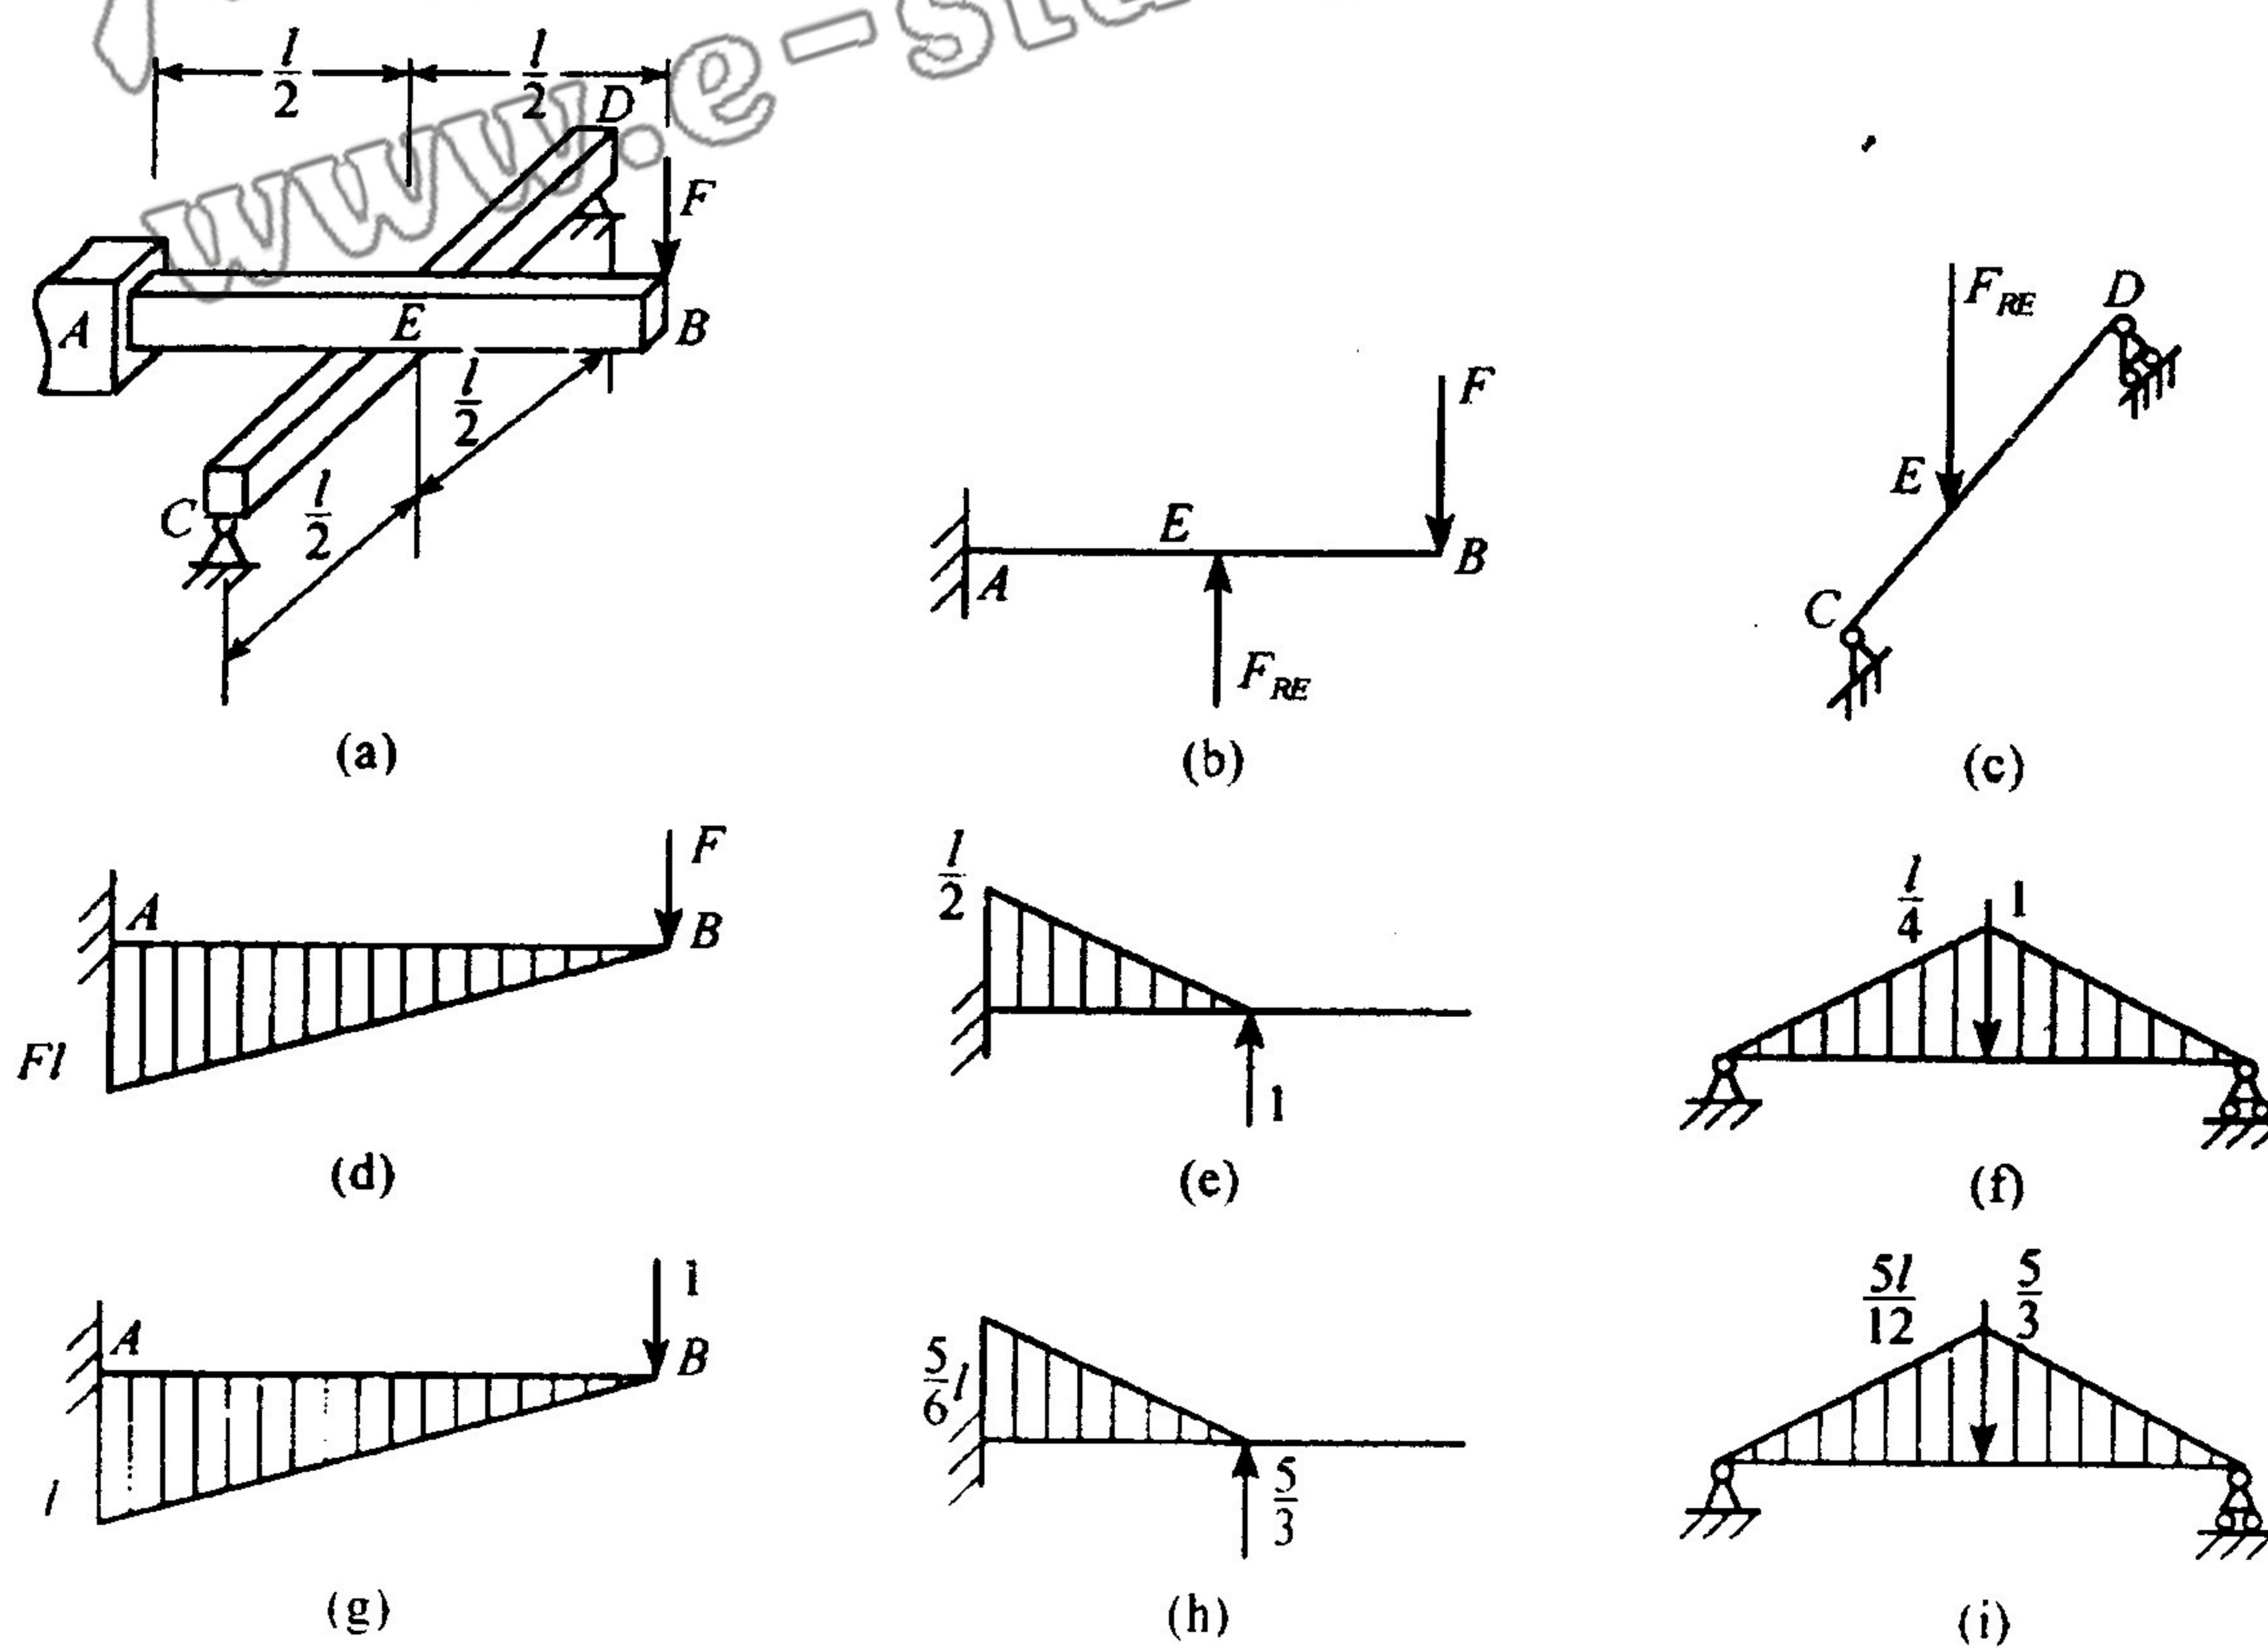

图 1.7
1.7 图 1.7(a) 所示 AB 和 CD 梁的长度均为 l ，并有相同的抗弯刚度 EI 。两梁水平放置，垂直相交。CD 为简支梁，AB 梁的 A 端固定，B 端自由。加载前两梁在中点接触，不计梁的自重，试求在 F 力作用下，B 端沿作用力方向的位移。（20 分）